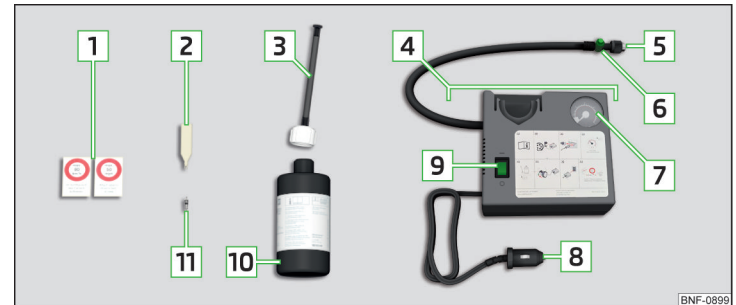

Abb. 250 Pannensetbeschreibung
- Den Ventileinsatzdreher **2** » **Abb. 250 auf Seite 226** auf den Ventileinsatz stecken, sodass der Ventileinsatz in den Schlitz des Ventileinsatzdrehers passt.
- Den Reifenfüllschlauch **5** » **Abb. 250 auf Seite 226** fest auf das Reifenventil schrauben.